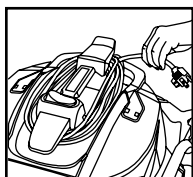

FIGURE 31
53. Enroulez le cordon d'alimentation sur le rembobineur logé sur le dessus du couvercle du réservoir, soit devant et derrière la poignée. **FIGURE 31.**